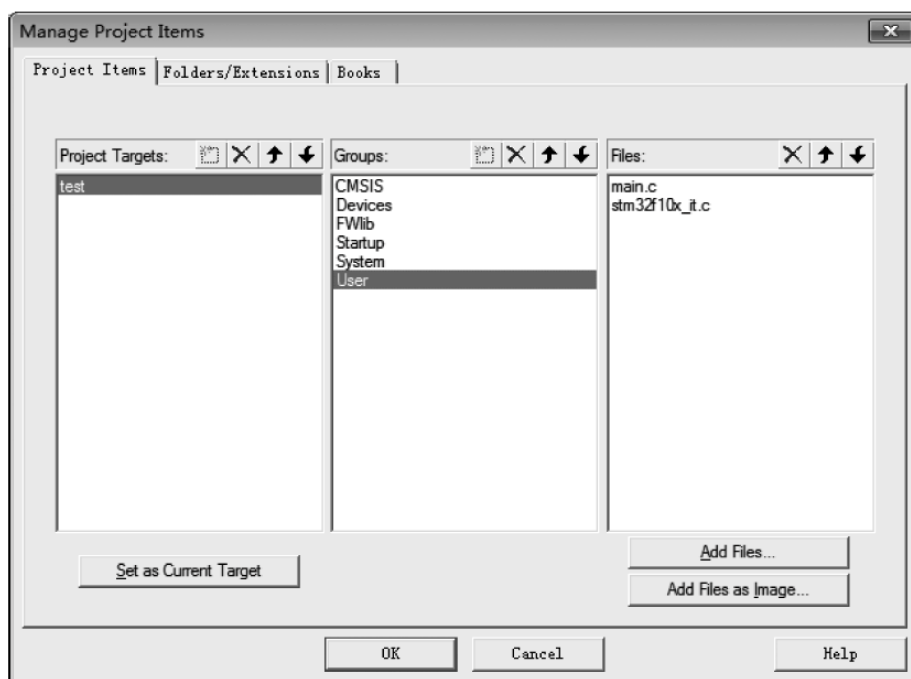

图 5.18 向 System 中添加内容
(6) User 组：如图 5.18 所示，单击 Add Files 按钮，将工程目录中 User 文件夹下的